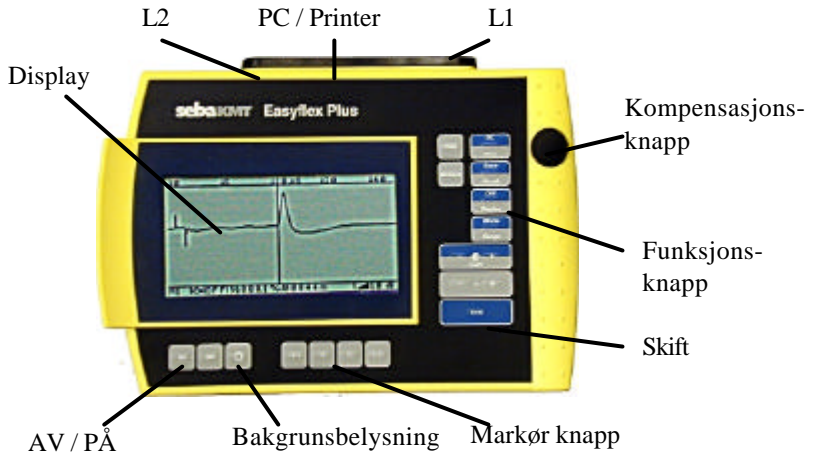

Fig. 1 Oversiktsbilde av **Easyflex Plus**
- (PC) Knappen for å overføre reflektogrammet til en computer via den serielle interface-porten. (Kan kun brukes sammen med Windigi 3). Reflektogrammet fra kurve overføres i  DISPLAY MODE.
- Kompensasjon Knapp på fronten ( se fig. 1) brukes til å justere kabelens sknappen resistanse på **Easyflex plus**. Dette er forklart i seksjon 3.8.